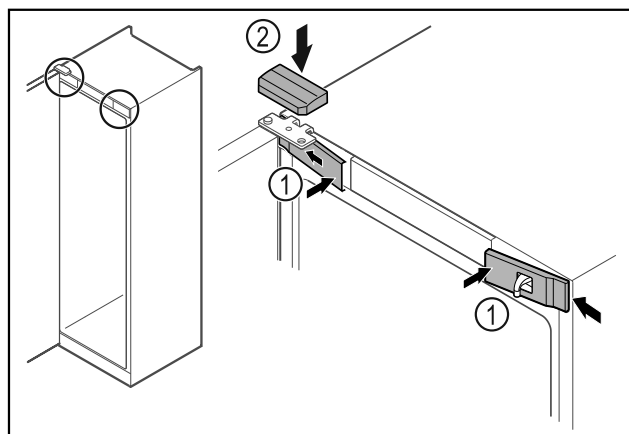

Fig. 46
- ▶ Haka fast skydden fram Fig. 46 (1) på sidan och sätt på dem.
- ▶ Sätt på det övre skyddet Fig. 46 (2) uppifrån.